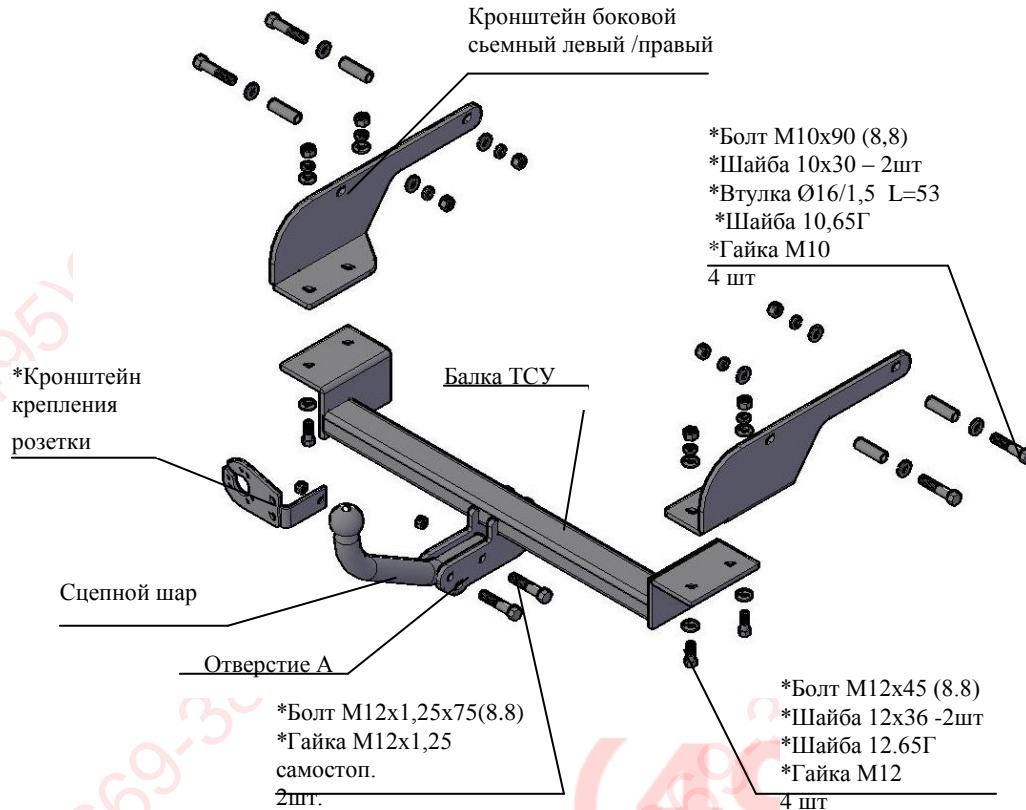

Рис.1 Тягово-сцепное устройство 7750 .
2.1 ТСУ 7750. в сборе (рис.1)	1 шт.
2.2 Пакет с комплектующими (см. рис.1)	1 шт.
4.2 Закрепить боковые съемные кронштейны к боковым внутренним полкам лонжеронов а/м (правый и левый как показано на рис.1) болтами M10x90 и гайками M10, вставляя дистанционные втулки и шайбы 10x30 из багажника автомобиля, подложив под гайки шайбы 10.65Г и шайбы 10x30. Крепеж не затягивать.